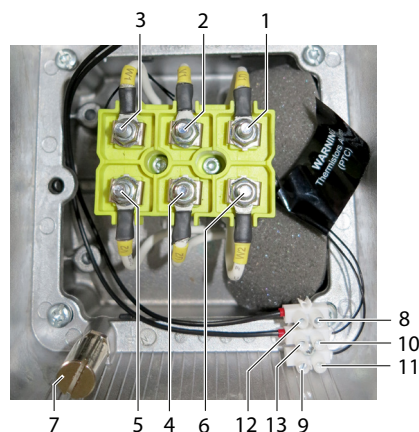

fig. 8: Bornier pour la version avec protection de prise de force (option)
- ➔ Pour se passer de la logique d'interprétation additionnelle, il est possible de connecter l'interrupteur à flotteur en série avec les sondes thermiques (fig. 8 à la page 23).